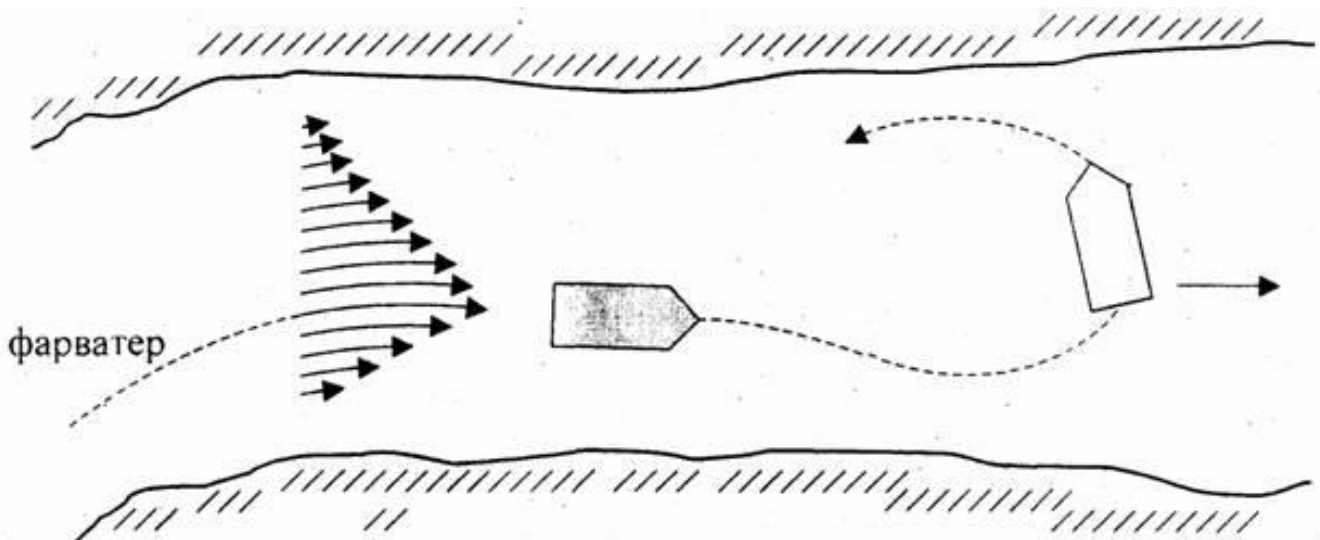

Рис.32 Поворот на обратный курс по течению
4. При следовании по течению поворот на обратный курс следует производить «из быстрого течения» в сторону «тихого течения» (рис. 32)